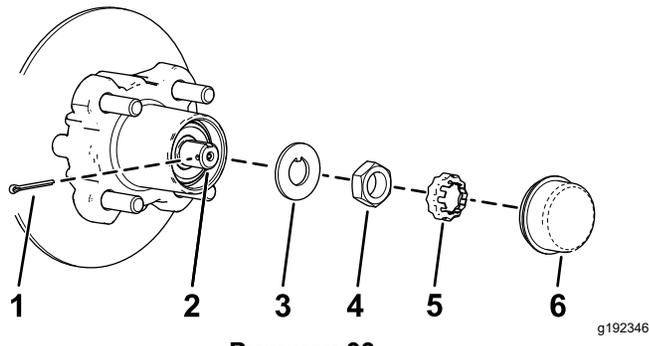
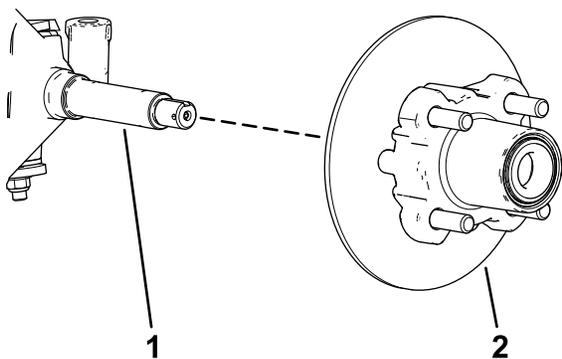

Рисунок 33
Рисунок 34
4. Снимите пылезащитную крышку со ступицы (Рисунок 33).
5. Снимите шплинт и держатель гайки с оси и гайки оси (Рисунок 33).
6. Снимите гайку оси с оси и отделите ступицу и тормозной диск в сборе от оси (Рисунок 33 и Рисунок 34).